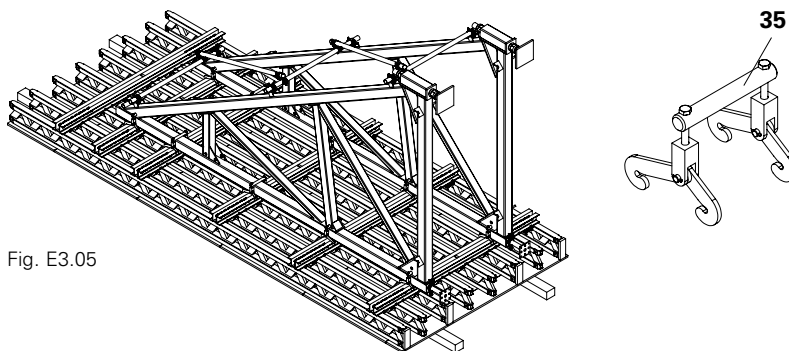

Fig. E3.05
5. Allentare i contrafforti uno dopo l'altro dalla cassaforma e depositarli con la gru. (Fig. E3.05 + E3.06)